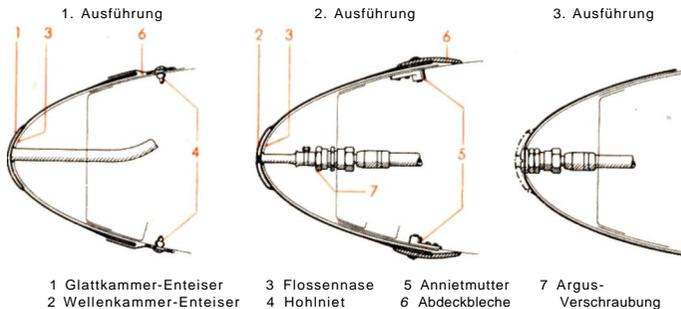

Abb. 5 Gummi-Enteiser an der Höhenflosse
Bei dem Baumuster Ju 88A-1 gelangen zwei Arten von Gummi-Enteisern (Abb. 5) zur Anwendung. Die ersten Flugzeuge sind mit Glattkammer-Enteiser (1), die neueren Flugzeuge mit Wellenkammer-Enteiser (2) ausgerüstet. Diese beiden Enteiserarten sind witterungsbeständig und elektrisch leitfähig. Sie bleiben bei allen Jahreszeiten an der Höhenflosse angebaut.
Die ersten Enteiser haben bis zum Rumpfanschluß durchgehenden Gummischlauch (etwa 700 mm lang, Abb. 5, 1. Ausführung), während die neueren Enteiser etwa 60 mm hinter der Flossennase nahe dem Wurzelspannt, zur leichteren Auswechselbarkeit eine Trennstelle (Argus-Verschraubung), erhalten (2. Ausführung). Bei der endgültigen Ausführung (3. Ausführung) ist die Schlauchverschraubung unmittelbar am Gummi-Enteiser befestigt. Beim Auswechseln der Enteiser sind an der Ober- und Unterseite der Flossennase sämtliche Befestigungsschrauben zu entfernen. Der Enteiser ist dann vorsichtig von der Nase abzunehmen, die Druckluftschläuche an ihren Verschraubungen außerhalb der Nase zu trennen und mit Stopfen oder Kappen zu verschließen.